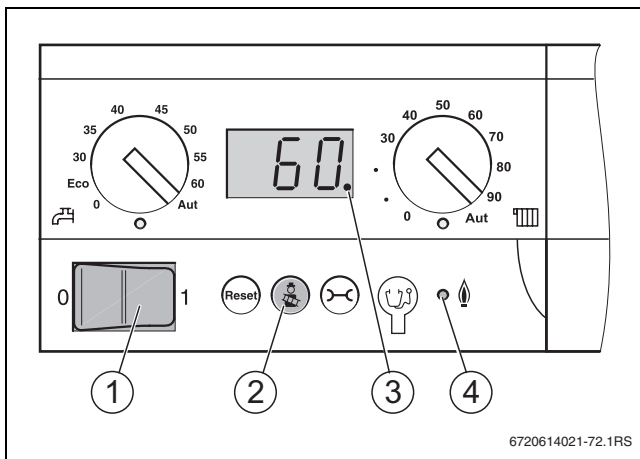

Bild 45 Bedienfeld des BC10
- ▶ Hauptschalter am BC10 auf „0“ (Aus) stellen (→ Bild 45, [1]).